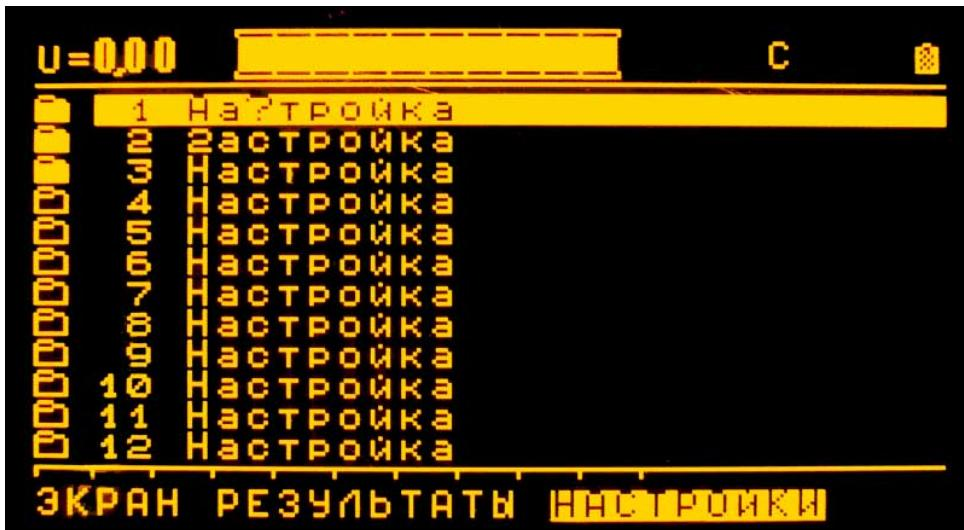

Рисунок 6 – Вид экрана дисплея дефектоскопа ВД-10А с выведенным списком настроек, содержащихся в его памяти. Занятые папки (файлы) подсвечены
- 2) открыть список настроек нажатием клавиши  (рисунок 6);